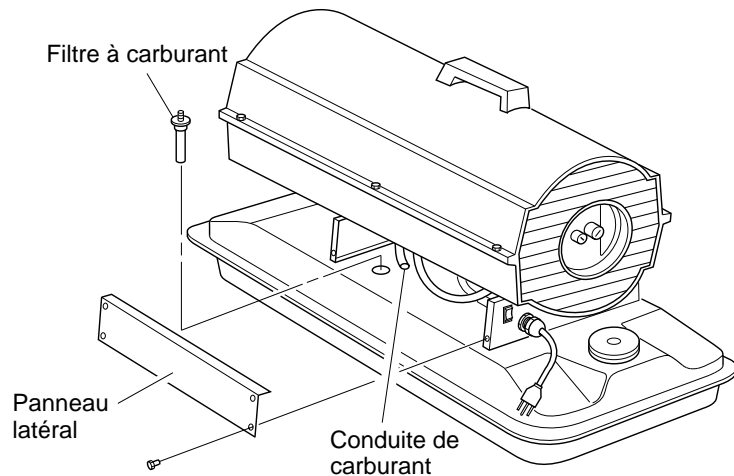

Figure 9 - Dépose du filtre à carburant, Modèles B35CEH et B70CEH
3. Enlever les 4 vis du panneau latéral à l'aide d'une clé à douille de 5/16 po. Déposer le panneau latéral. (voir figure 9 ou 10, page 9).
12. Remonter le panneau latéral. (Voir figure 9 ou 10, page 9).